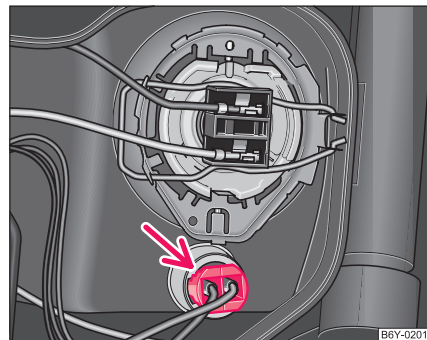

Fig. 156 Demontarea becului pentru luminile de poziție față
- Scoateți fasungul becului împreună cu becul pentru luminile de poziție din far ⇒ Pagina 220, Fig. 156.